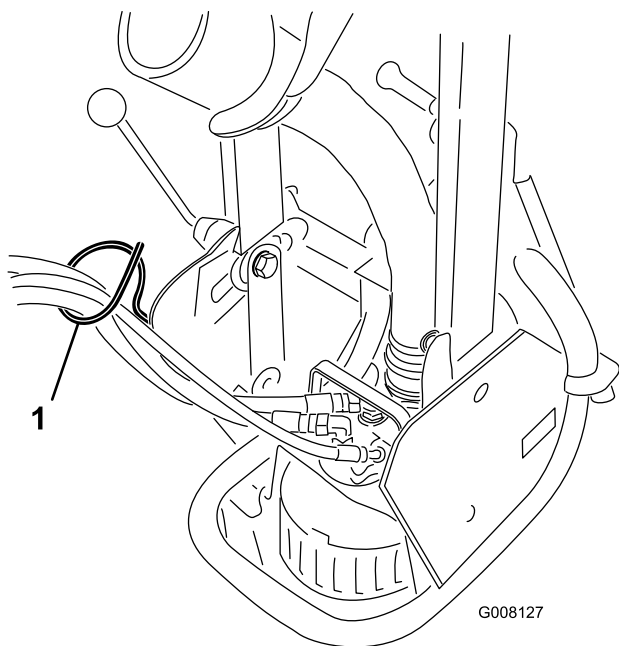

図 4
6. 油圧ホースを、サンドプロのリモート油圧装置に接続する。ホースをホース・ガイド（図 4）にセットする。油圧ホースが折れ曲